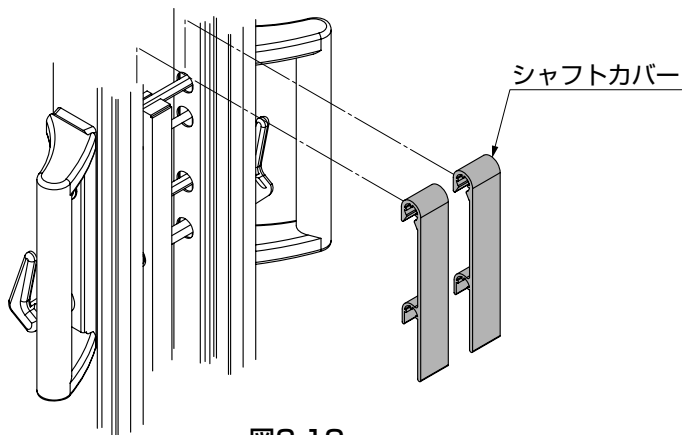

図3-12
- ①錠(掛け側)の框の裏側に、シャフトカバーを上からカチッというまで押込んでください。(図3-12、図3-13参照)